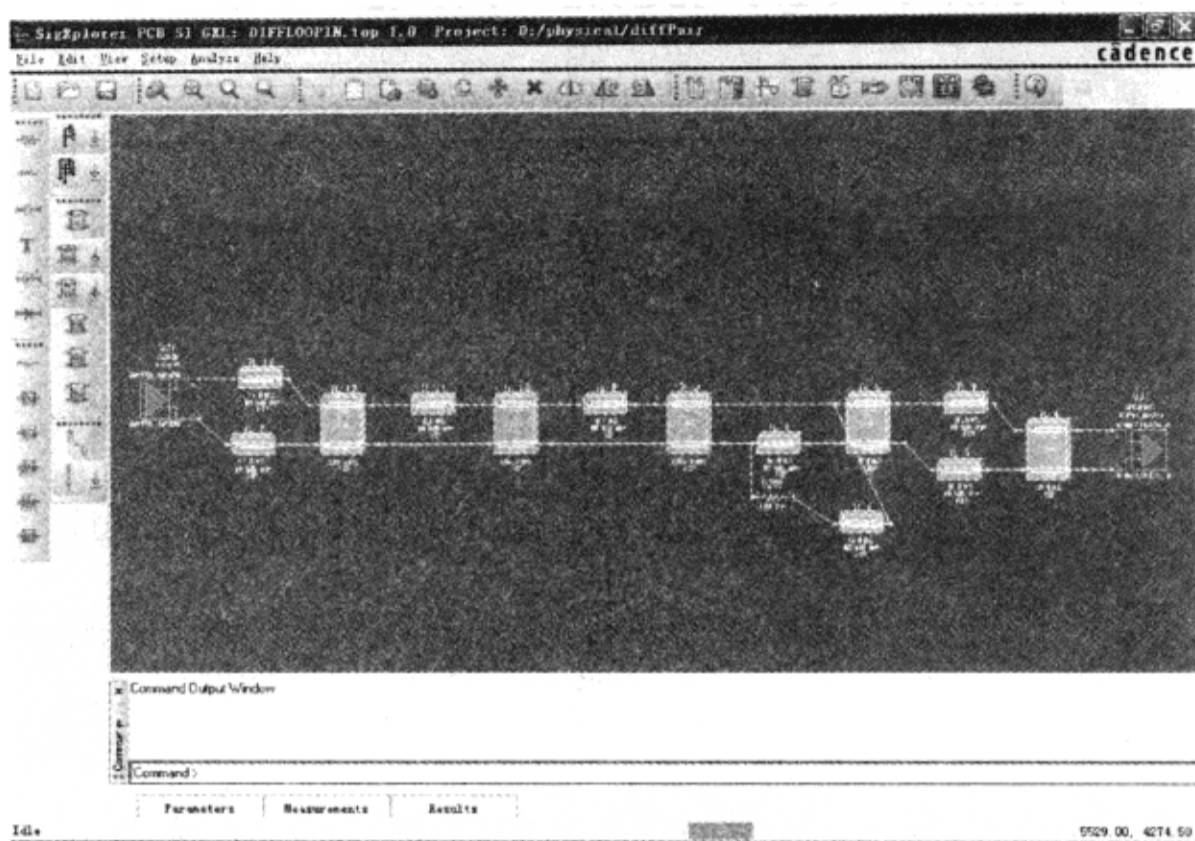

图 6-7-5 提取布线的拓扑
(8) 选择“Objects”表格中的“DIFFLOOPIN”→单击鼠标右键→从弹出菜单中选择“SigXplorer”→弹出“SigXplorer PCB SI GXL”窗口，提取布线的拓扑，如图 6-7-5 所示。由图 6-7-5 可见，有单 Trace 也有耦合 Trace，单 Trace 是在弯曲处的额外的 Trace 长度且引